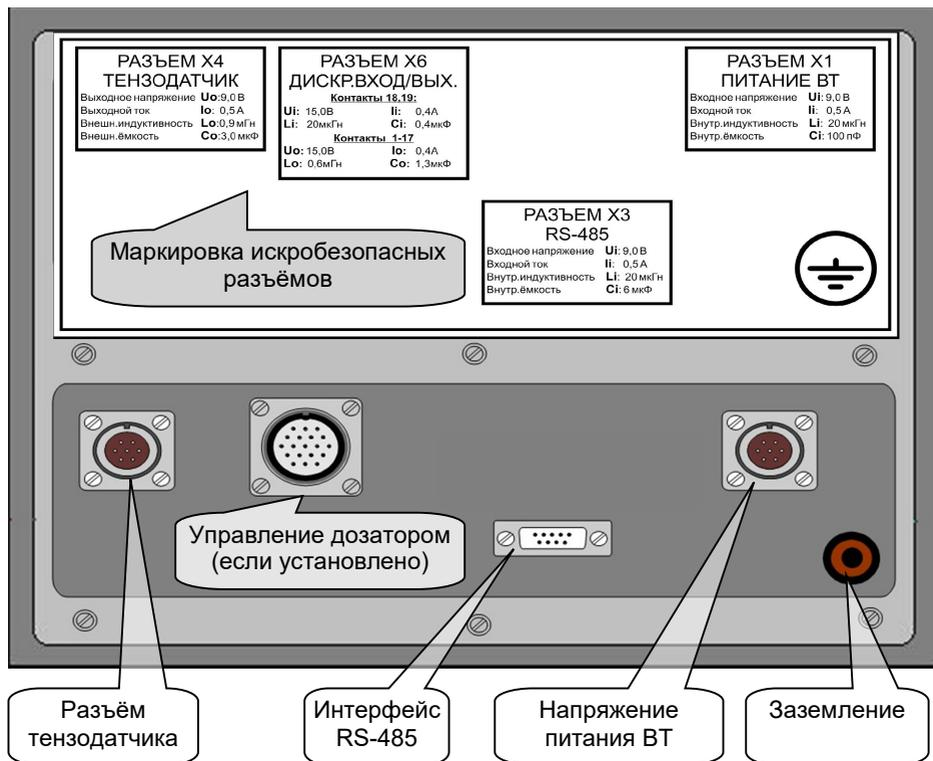

Рис. 8.2. Внешний вид ВТ Преобразователя сзади.
На Рис. 8.2 изображён внешний вид ВТ Преобразователя сзади.
9.9.1. Если предполагается использование дискретных входов/выходов Преобразователя для управления дозатором, подключите внешние устройства дозатора⁹ к соответствующему разъёму ТВИ-024ВТ (см. рис. Рис. 8.2, стр. 19).